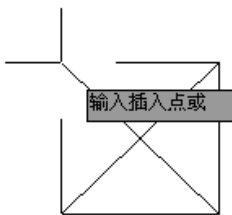

图 11-21 基点为左上角
- “基点为左上角”按钮: 单击该按钮, 则插入基点位于矩形的左上角, 如图 11-21 所示。